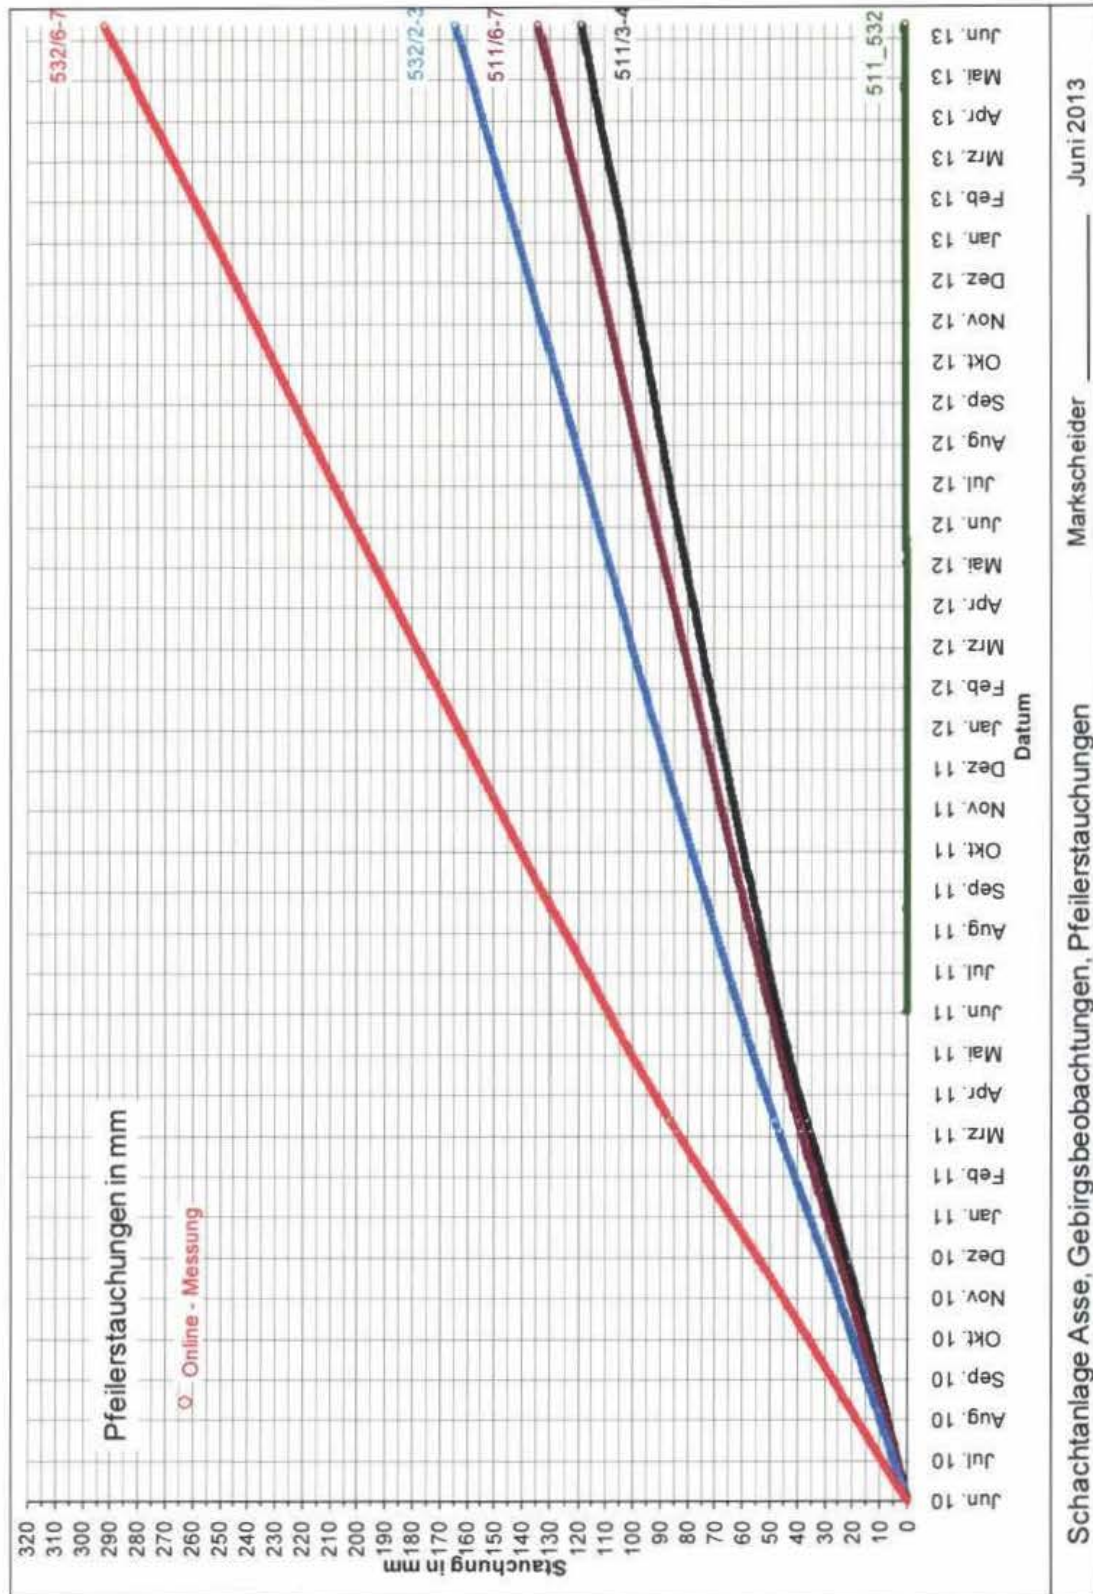

Abbildung 5a: Elektronische Messwerte der Extensometer auf der 511- und 532-m-Sohle
- Abbildung 5a: Elektronische Messwerte der Extensometer auf der 511- und 532-m-Sohle